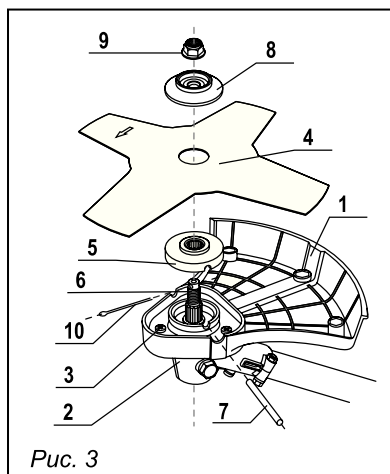

Рис. 3
5.1 Установка дискового ножа (рис. 3)